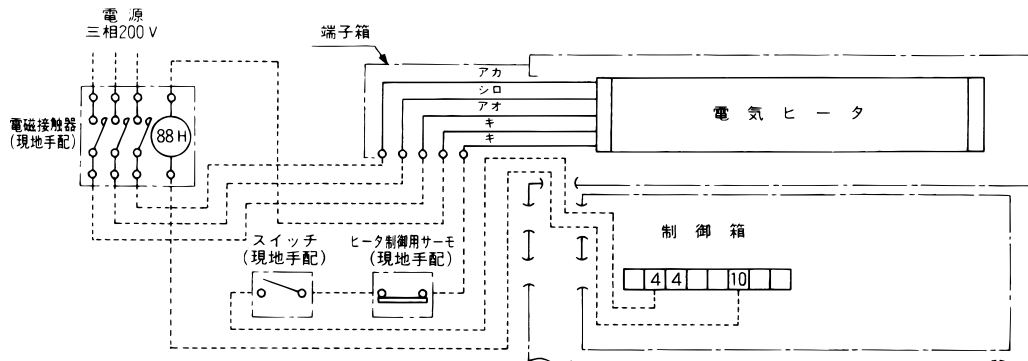
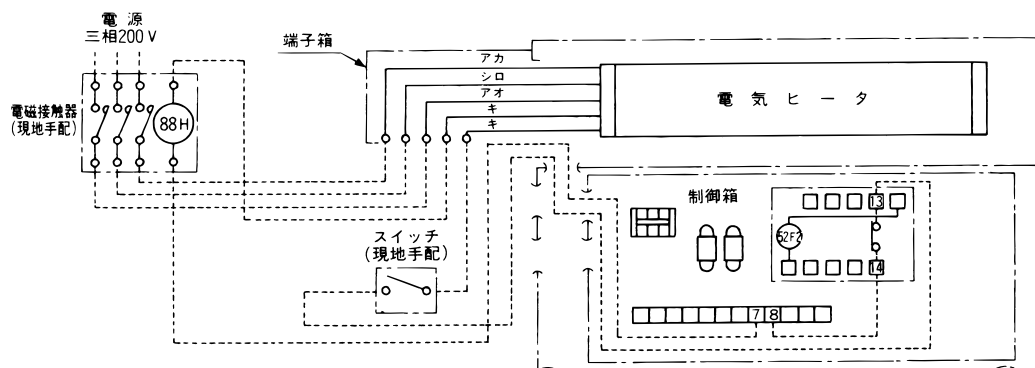

図1 (KFHの場合)
図2 (RFHの場合・ヒータ制御用サーモを本体ユニット用にて兼用)
- ・本体上部の吹き出しグリルを図1に従って本体吹出部から取りはずしてください。
- ・図2に従って①の吹出口を本体吹出部に③のねじで取り付けてください。
- ・②のフレキシブルダクトを④のねじで取り付けてください。
- ・側面パネルに明けたφ43の穴に端子箱④およびフタ⑦を取り付けてください。
- ・本電気ヒータ①を取付用ねじ③4個にて取り付けてください。
- ・KFH形の場合は図1のように、RFH形の場合は図2のように配線してください。